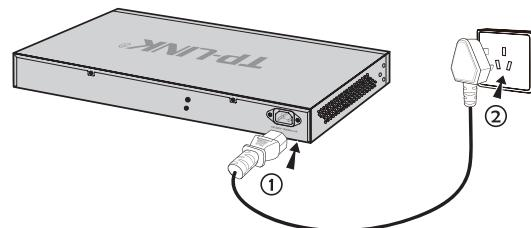

图3-3 电源线连接示意图
2. 交换机原装电源线连接交换机与电源插座,如图3-3所示。